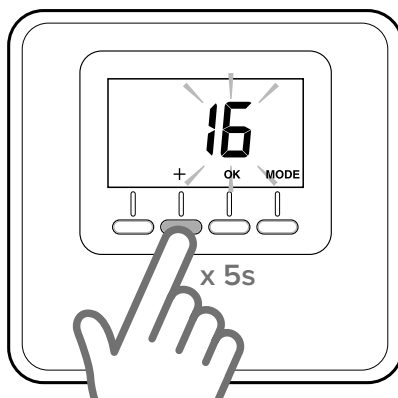

Fig. 14
- Premere per 5 secondi il tasto “+” sul sensore ambiente (fig. 14). Il display mostra, alternando, la versione software e l’indice di modifica.